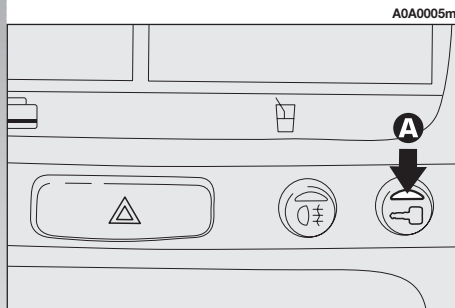

fig. 7
L'inserimento dell'allarme è preceduto da una fase di autodiagnosi caratterizzata da una diversa frequenza di lampeggio del led di deterrenza (**A-fig. 7**) posto su plancia. In caso di anomalia rilevata il sistema emette un ulteriore "BIP" di segnalazione.
Dopo l'inserimento, l'accensione lampeggiante del led di deterrenza (**A-fig. 7**) posto su plancia, indica lo stato di sorveglianza del sistema. Il led lampeggia per tutto il tempo in cui il sistema rimane in sorveglianza.
**AVVERTENZA** Nel caso che a disinserrimento del sistema avvenuto il led di deterrenza (**A-fig. 7**) posto su plancia rimanga acceso (massimo 2 minuti o fino al posizionamento della chiave di avviamento su **MAR**) è necessario ricordare quanto segue:
Il led di deterrenza (**A-fig. 7**) posto su plancia si accende per circa 2 secondi a conferma dell'avvenuta esclusione della funzione.